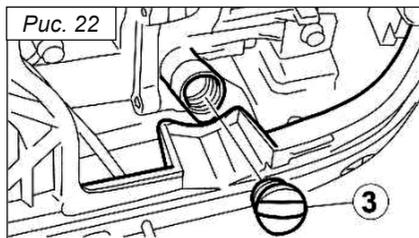

Рис. 22
3. Снимите крышку маслозаливной горловины ③, *рис. 22*.